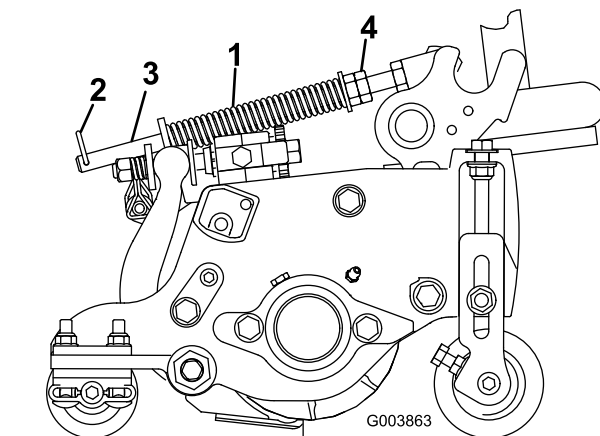

図 21
ターフ補正スプリング(図 21)は、Cuttingユニットの前から後ろへの「体重移動」を行う働きがあります。これにより、マーセリングやボビングと呼ばれる「波打ったような」仕上がりを防いでいます。
1. スプリングロッドの後穴にヘアピンコッターを忘れずに取り付けてください(図 21)。
2. スプリングロッド前部の六角ナットを締めて、スプリング圧縮状態の長さが159 mmになるようにする(図 21)を参照。